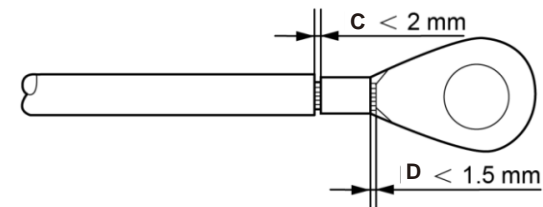

Bild 5.9 Kabeltråd
- 4) För in den avskalade tråden i OT-terminalens krympningsområde och använd hydraulklämman för att ansluta terminalen till tråden (se bild 5.9).